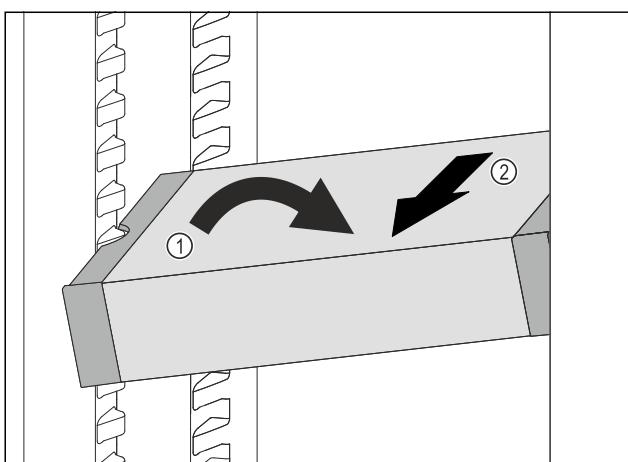

Fig. 97
- VarioSafe postavte v chladničce šikmo. Fig. 97 (1)
- VarioSafe odeberte směrem dopředu. Fig. 97 (2)